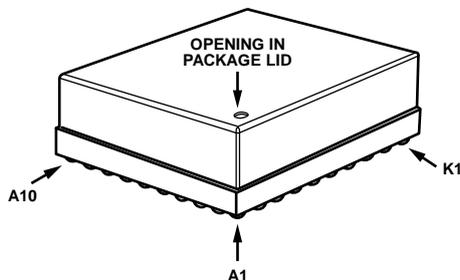

図 61. 圧力リリース用の穴
- リッドの上面には、ADIS16505 のアセンブリ工程での通気および圧力リリース用の穴があります (図 61 参照)。ADIS16505 を PCB に取り付ける際には、この穴をふさがないようにしてください。通常動作時にこの穴が覆われても、通常は問題ありません。